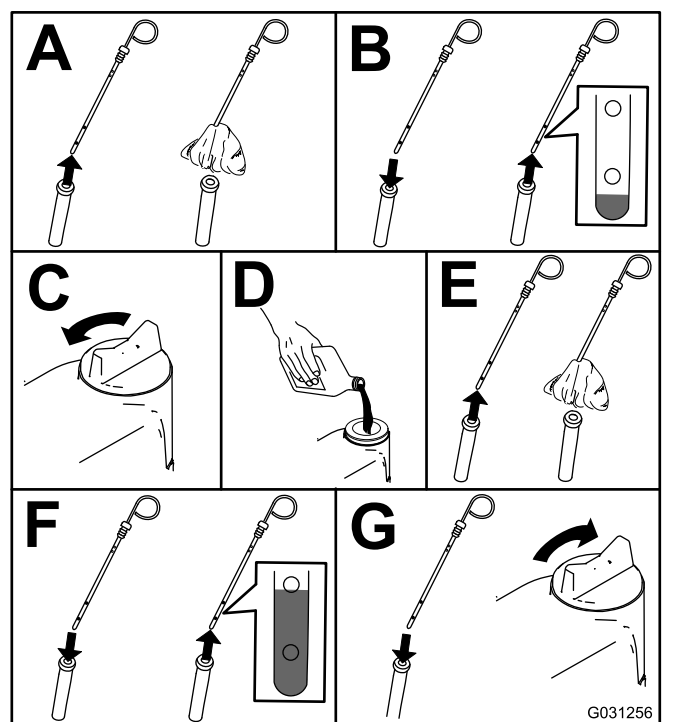

Figura 48
2. Compruebe el nivel de aceite del motor; consulte Figura 48.